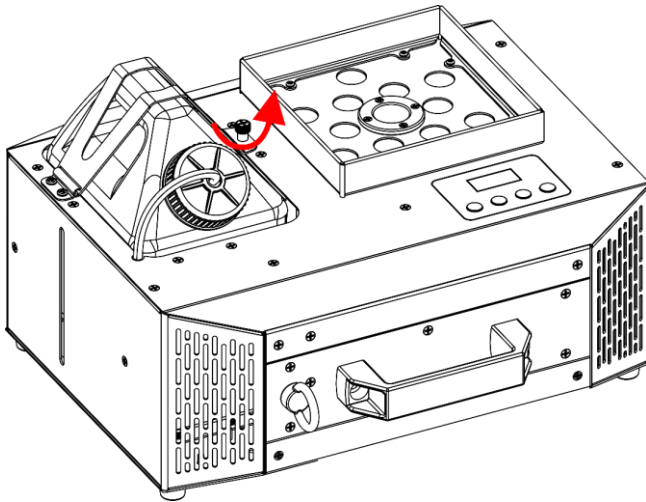

Fig. 38
- 02) Draai de **veiligheidsschroef voor de tankbeugel (04)** los, zoals getoond in Fig. 38.